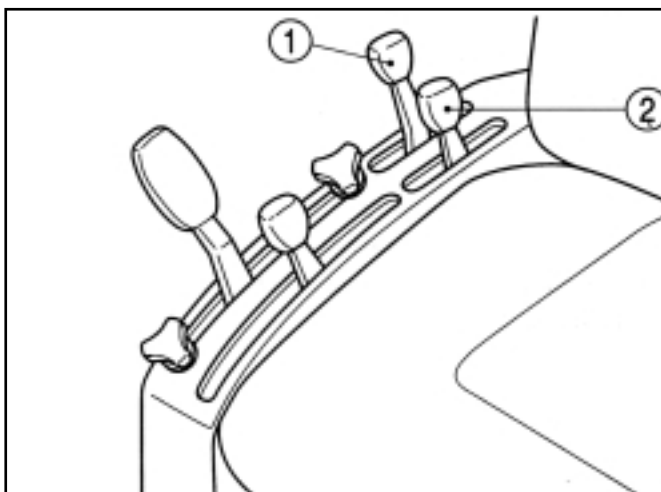

FIG. 33 / ABB. 33 / FIG. 33
Le levier (1) dans la Fig. 33 commande le changement de la position de l'accessoire lorsque l'accessoire en question est lié au premier groupe de raccords. Le levier (2) commande le changement de la position de l'accessoire lorsque l'accessoire en question est lié au second groupe de raccords (seulement pour l'équipement à deux valves).
Der Steuerhebel (1) in Abb. 33 dient zum Heben und Senken, wenn das betroffene Gerät mit dem ersten Satz von Anschlüssen verbunden ist. Hebel (2) steuert den zweiten Zusatzhydraulikkreis (nur bei Zweikreisssystem).
De ene hendel (1) in Fig.33 regelt de stand van de werktuigen wanneer het eerste stel koppelingen gebruikt wordt. De andere hendel (2) in Fig.33 regelt de stand van de werktuigen wanneer het tweede stel koppelingen gebruikt wordt (enkel bij de uitrusting met twee ventielen).